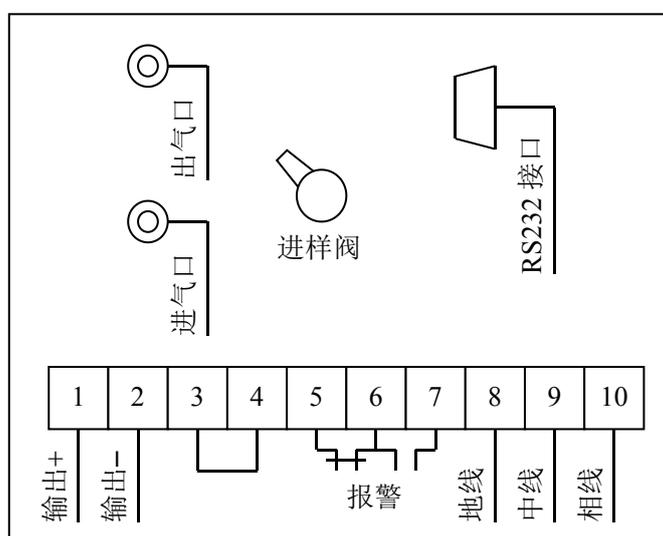

图 2 仪器电气接线图
3.1 仪器为盘装式，外形见图 1，开孔尺寸为 138 \times 138mm。电气接线见图 2。